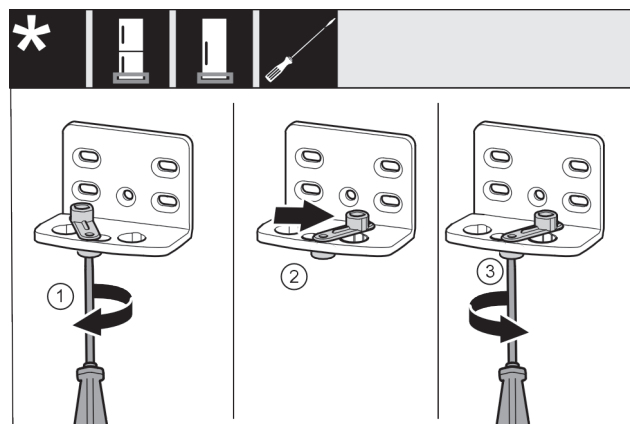

Fig. 19 \*
- Allentare leggermente la vite Fig. 19 (1) con un cacciavite.\*
- Sollevare l'ausilio di chiusura della porta Fig. 19 (2) e ruotarlo nel foro di 90° a destra.\*
- Stringere la vite Fig. 19 (3) con un cacciavite.\*